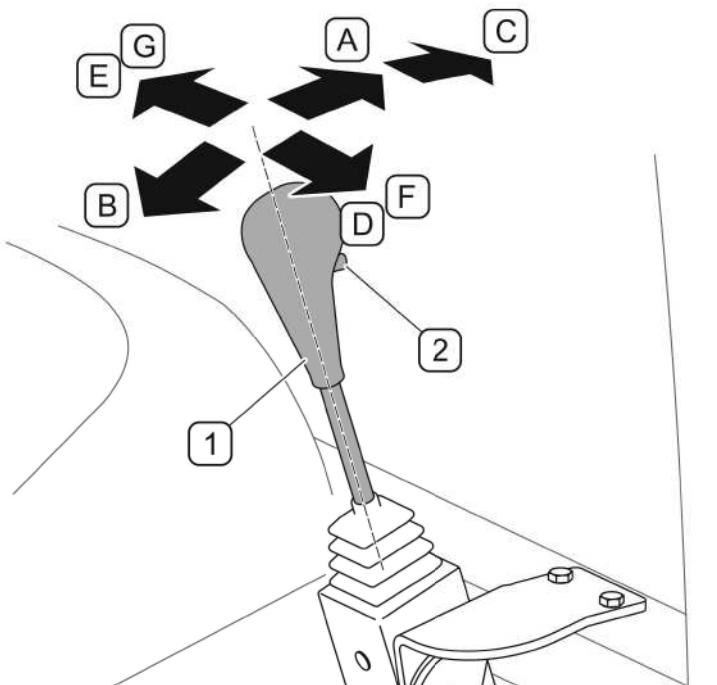

РИСУНОК 4.17 А УПРАВЛЕНИЕ ПОГРУЗЧИКОМ
Положение (F) и (G) (РИСУНОК 4.17 А) используется в том случае, если рабочий орган оснащен гидравлической системой (напр. навозные вилы с захватом, захват рулонов, руничк силоса и т.п.), присоединенной спереди к быстроразъемным соединениям стрелы (только при 3-секционном управлении). Для того, чтобы открыть рабочий орган, необходимо перевести рычаг в крайнее правое положение и дополнительно нажать на кнопку (2) (РИСУНОК 4.17 А) на рукоятке рычага. Чтобы закрыть рабочий орган, нужно нажать на кнопку (2) и перевести рычаг управления в левое положение.